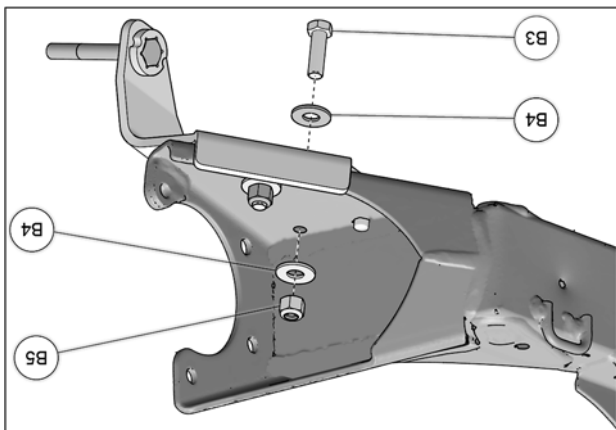

Fig. 10
9. Insérer le boulon de fixation 3/8-24 (B3) par le dessous et fixer la plaque d'ancrage avec l'écrou (B5) et les rondelles (B4) fournis. Serrer à un couple de 40 N•m [37 lb•pi]. Voir la Fig. 10